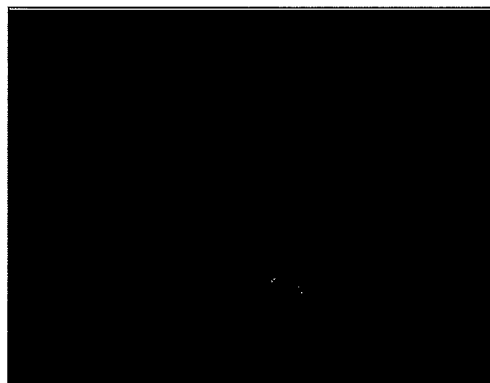

Figure 32
6. Assurez-vous que le bouchon mâle du flexible de vidange du réservoir de récupération est bien en place et qu'il a été serré (voir figure 32).